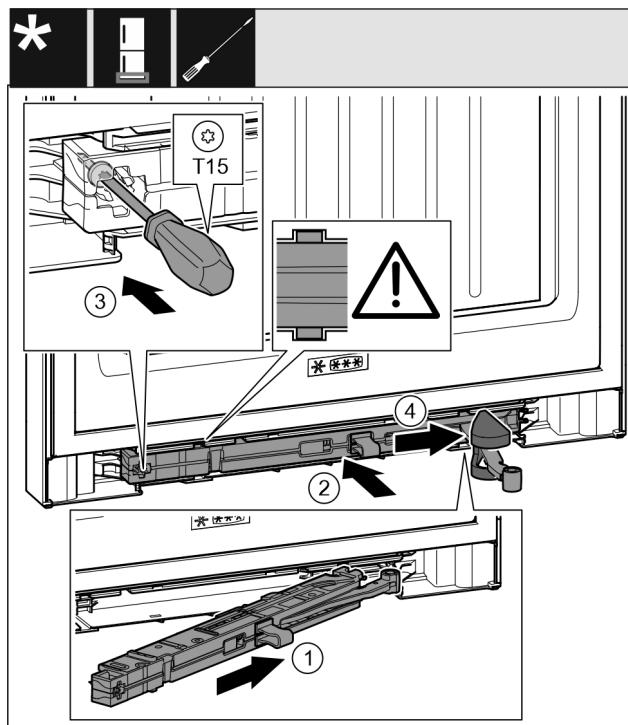

Fig. 46
- Вставьте узел амортизатора в выемку со стороны опорного кронштейна под наклоном до упора. Fig. 46 (1)
- Полностью вставьте узел амортизатора в выемку. Fig. 46 (2)
- Затяните винт отверткой T15. Fig. 46 (3)
- Переместите крышку над шарниром. Fig. 46 (4)